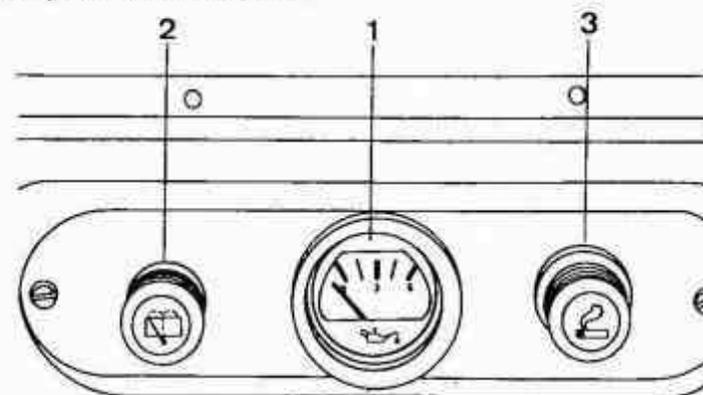

Fig. 38
Sin embargo, volverá a encenderse si algo va mal en el sistema de engrase del motor. Si esto ocurre, observe inmediatamente el indicador de presión de aceite (Fig. 38). Si dicho indicador señala una presión incorrecta (cerca de 0) detenga inmediatamente el vehículo, pare el motor y póngase en contacto con un servicio SANTANA.
- Al arrancar el motor observe que el indicador de presión de aceite (Fig. 38) funciona con normalidad.